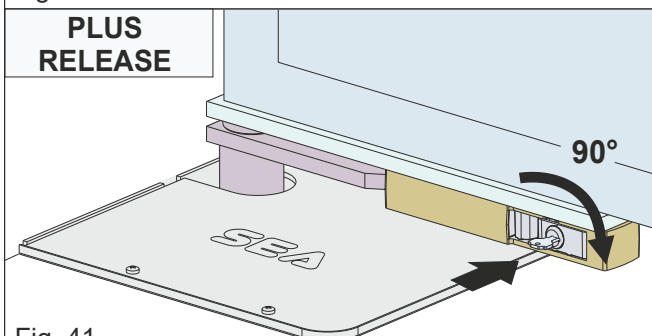

Fig. 41
- steek de meegeleverde sleutel in het slot en draai hem 90° met de klok mee (Fig. 41)